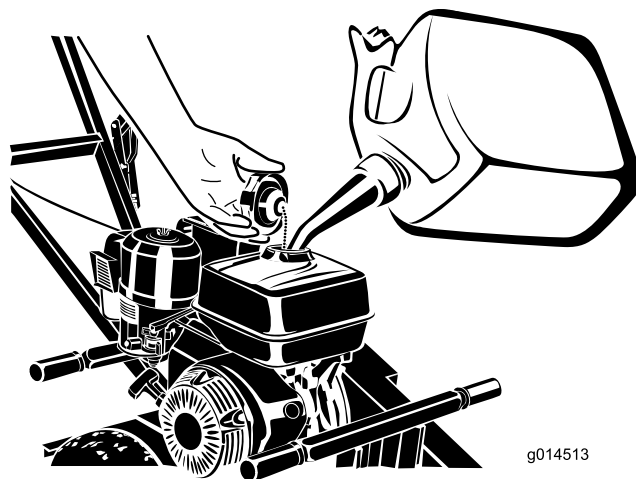

Figura 7
3. Pulite l'area attorno al tappo del serbatoio del carburante e rimuovetela (Figura 7).